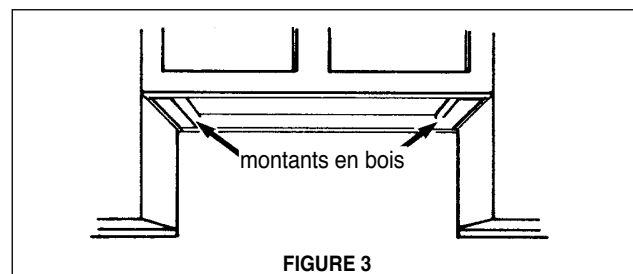

FIGURE 3
3. Si le bas de l'armoire est en retrait, il faut installer des montants en bois afin d'assurer un alignement approprié avec le bas de l'armoire. Ces montants en bois doivent être égaux ou en retrait de 1/16 à 1/8 po avec le bas de l'armoire, tel qu'il est illustré à la **FIGURE 3**.